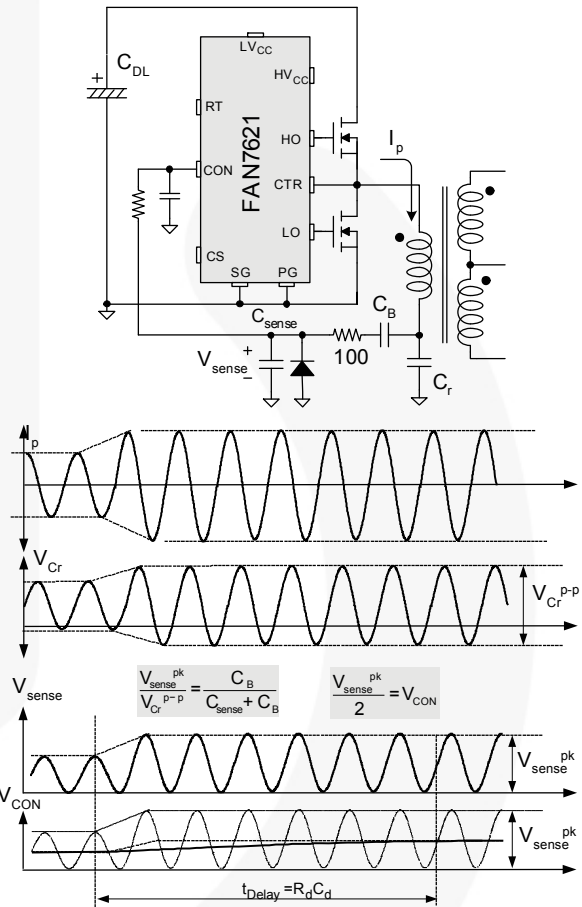

图 27. 使用谐振电容电压的电流感测
为最大程度地减小功耗，通常将电容分压器用于电容电压感测，如图 27 所示。
5.7 过载保护 (OLP): 过载定义为因意外异常事件导致超过其正常电平的负载电流。在这种情况下, 应触发保护电路以保护电源。但是, 即使电源处于正常状况, 在负载变化期间也可能发生过载情况。为避免提前触发保护, 过载保护电路应设计为仅在一定时间后触发, 以确定这是瞬态情况还是真正的过载情况。图 27 显示典型过载保护电路。通过感测控制引脚上的谐振电容电压, 可实施过载保护。通过使用 RC 时间常数, 也可引入关断延迟。在控制引脚上获得的电压由下式给出: